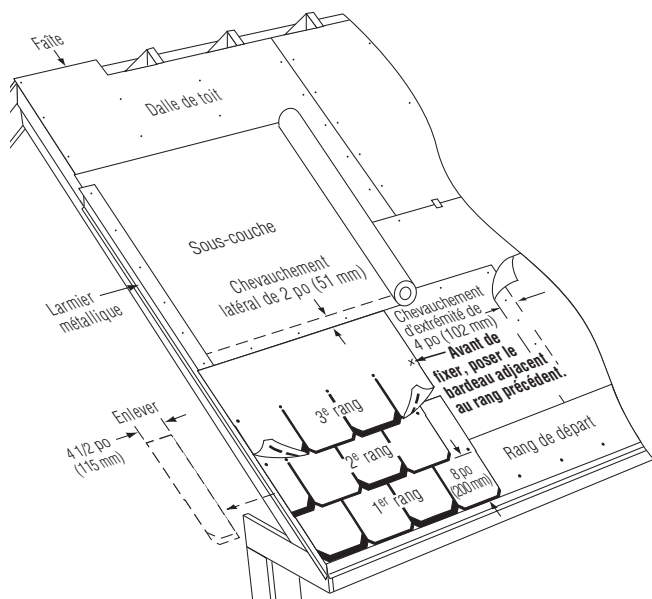

Figure 17-9 : Pose des trois premiers rangs sur une pente standard.
**PREMIER RANG :** Le premier rang commence avec un bardeau entier sur le coin inférieur gauche du toit. Mettre les jupes à égalité avec le bord gauche et le bord inférieur du rang de départ (figure 17-9).
**DEUXIÈME RANG :** Retrancher 4 1/2 po (114 mm) du côté gauche du bardeau. Poser la pièce restante par-dessus le bardeau du premier rang, à égalité avec le côté gauche et en laissant 8 po (203 mm) du premier rang exposés. À l'aide d'un cordeau à craie, tracer des lignes horizontales et verticales au besoin (figure 17-9). Vérifier que l'alignement est bon.